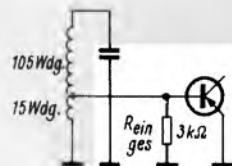

Bild 45. Daten zur Aufgabe Nr. 8
- Ein Transistor ist an einen Schwingkreis nach Bild 45 angepaßt. Der Resonanzwiderstand  $Z_0$  des Schwingkreises allein beträgt  $150 \text{ k}\Omega$ , der Gesamteingangswiderstand des Transistors  $3 \text{ k}\Omega$ . Am Kreis liegt bei geschlossenem Transistor eine Spannung von  $2 \text{ mV}$ .